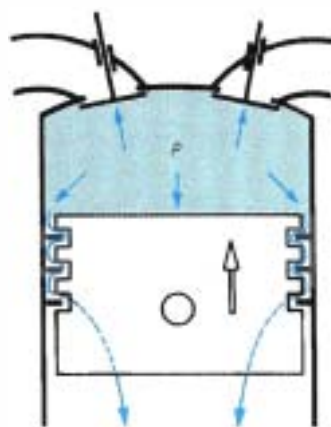

Figure 22.2 • Temps de compression : à basse vitesse, fuite de pression par la segmentation.
- une pression en fin de compression normale (fuites par la segmentation à basse vitesse, figure 22.2);